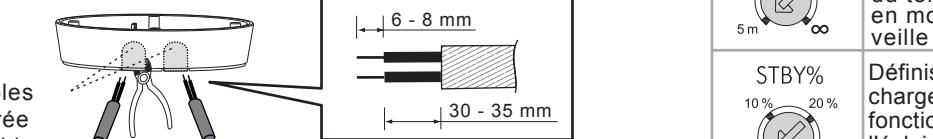

FIG.12
- 3.4.3.2 Pour acheminer les câbles d'alimentation c.a. dans le côté du boîtier de jonction, utilisez les pinces et cassez les alvéoles d'entrée de câble défonçables aménagées sur le côté du boîtier de jonction, puis passez les câbles dans les alvéoles. Dénudez entre 6 et 8 mm de gaine de câble pour effectuer les raccordements (Voir la FIG. 12).